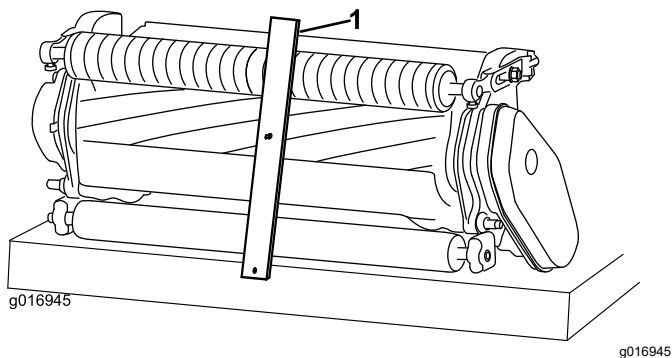

Figura 10
2. Agganciate la testa della vite della barra dell'indicatore dell'altezza di taglio sul lato destro del tagliente della controlama e appoggiate la parte posteriore della barra sul rullo posteriore (Figura 10).